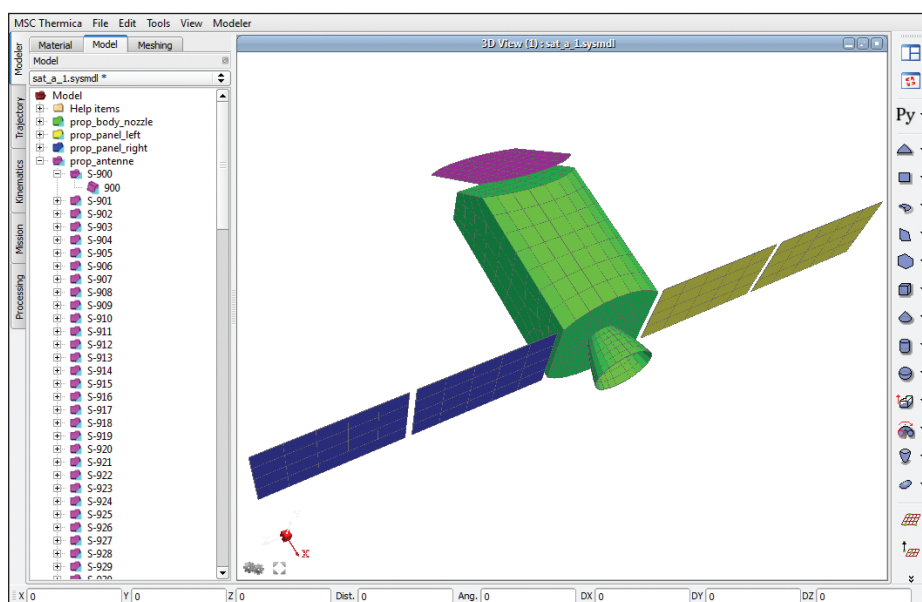

Рис. 8. MSC Systema Modeler: режим отображения геометрической модели (Model)
**Modeler** — это интерактивный пакет инструментов, предназначенных для построения расчетной геометрической модели (Model) (рис. 8), генерации параметрической сетки (Mesh) на геометрической модели для последующей трансляции ее в узловую модель, которая передается на расчет, и задания физических свойств на модели с возможностью назначить нужный материал или покрытие из библиотеки материалов (Material).